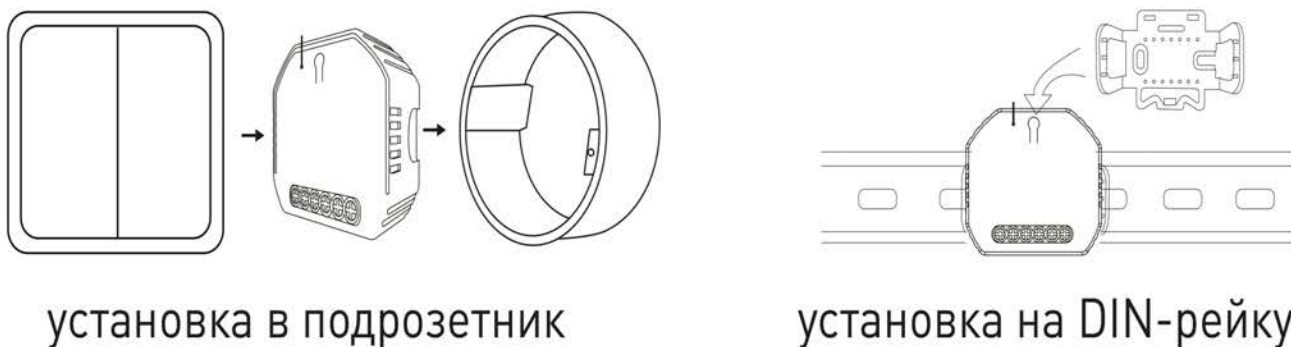

Рисунок 3. Способы установки реле
7.1 Реле устанавливается непосредственно в подрозетник за выключателем или на DIN-рейку (см. рисунок 3). На дин-рейку реле устанавливается с помощью монтажного зажима.